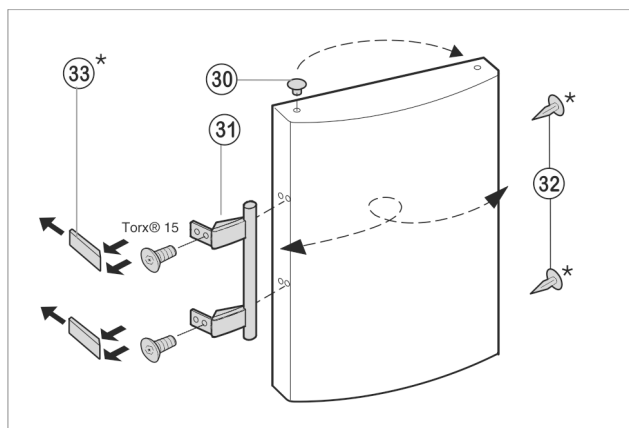

Fig. 8
- ▶ Wyciągnąć wkładkę Fig. 8 (30) z zawiasu drzwi i przełożyć na drugą stronę.
- ▶ Zdemontować uchwyt drzwi Fig. 8 (31), zatyczki Fig. 8 (32) oraz płytki dociskowe Fig. 8 (33) i przełożyć je na przeciwną stronę.